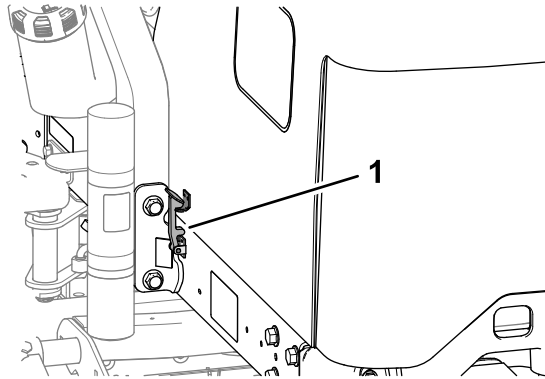

Figura 53
2. Rode o capot para cima e para trás (Figura 53).